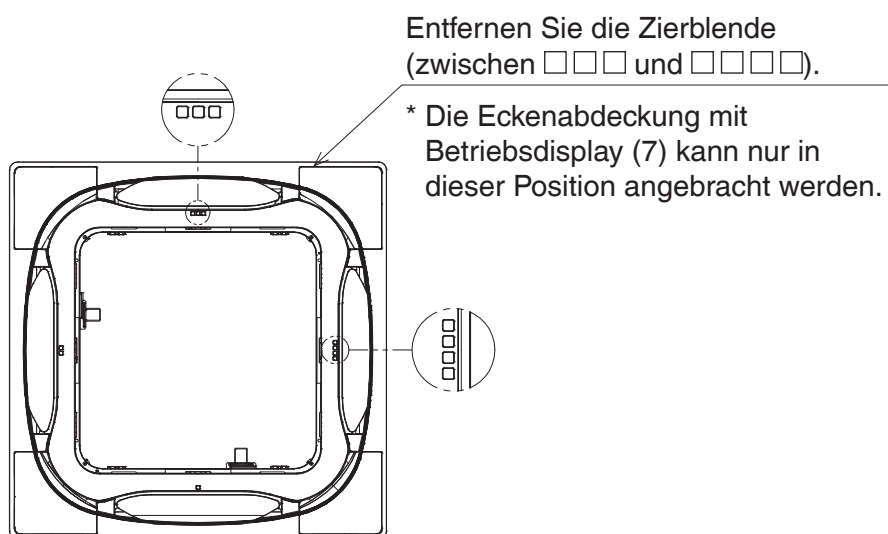

Abbildung 16
2. Entfernen Sie die Zierabdeckung an der Position, die in **Abbildung 16** dargestellt (und mit □□□ und □□□□ gekennzeichnet) ist. (Siehe **Abbildung 16**.) (Die entfernte Zierabdeckung wird nicht mehr benötigt.)